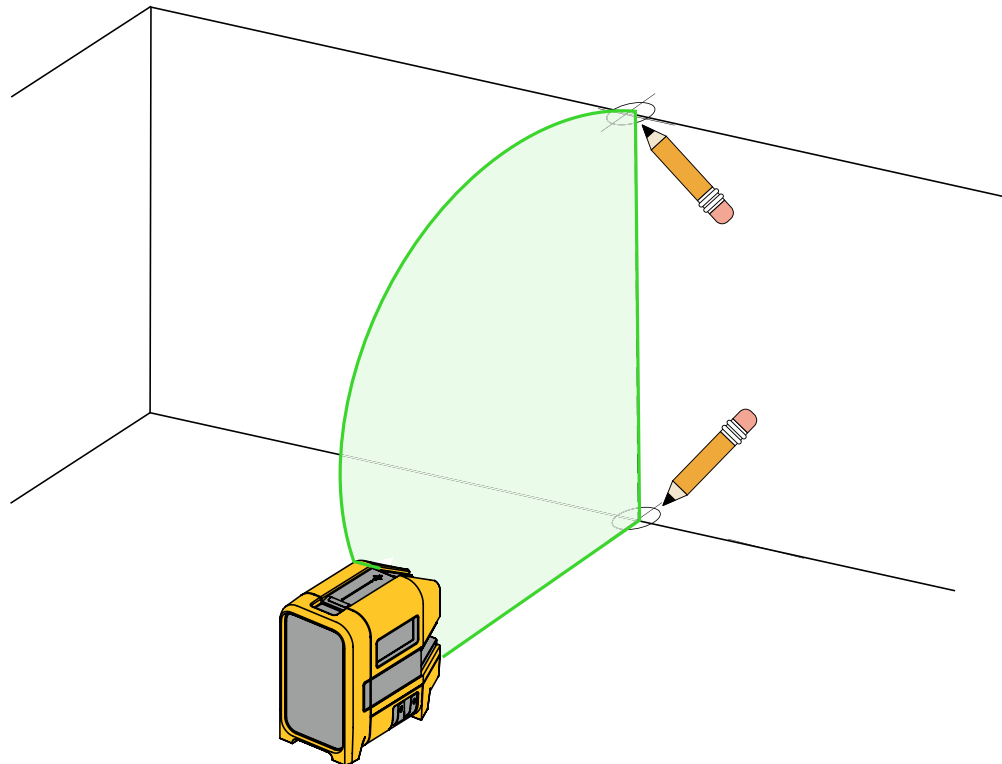

Abbildung 3. Neue vertikale Ausrichtung
2. Den vertikalen Laser einschalten und auf das Messobjekt richten. Siehe Abbildung 3.